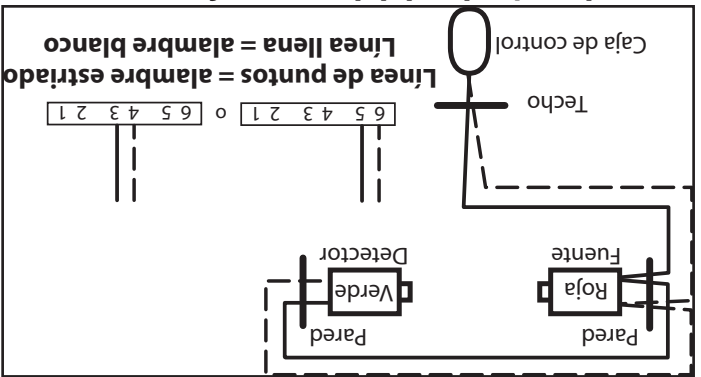

FIG. 4-5b Métodos del detector y fuente pre-alambrados
- Corra el alambre de la pared a los detectores del Safe-T-Beam® (Fig. 4-5b).
- Corra el alambre del cielo raso a la caja de control (Fig. 4-5b).